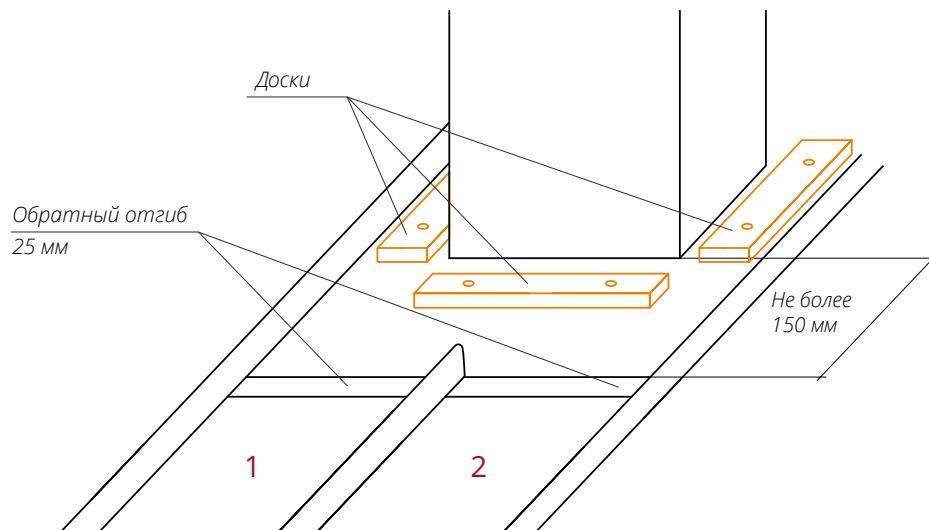

Рис. 4
- Панели **1** и **2** обрежьте не доведя примерно на 150 мм до нижней границы трубы (рис. 4).